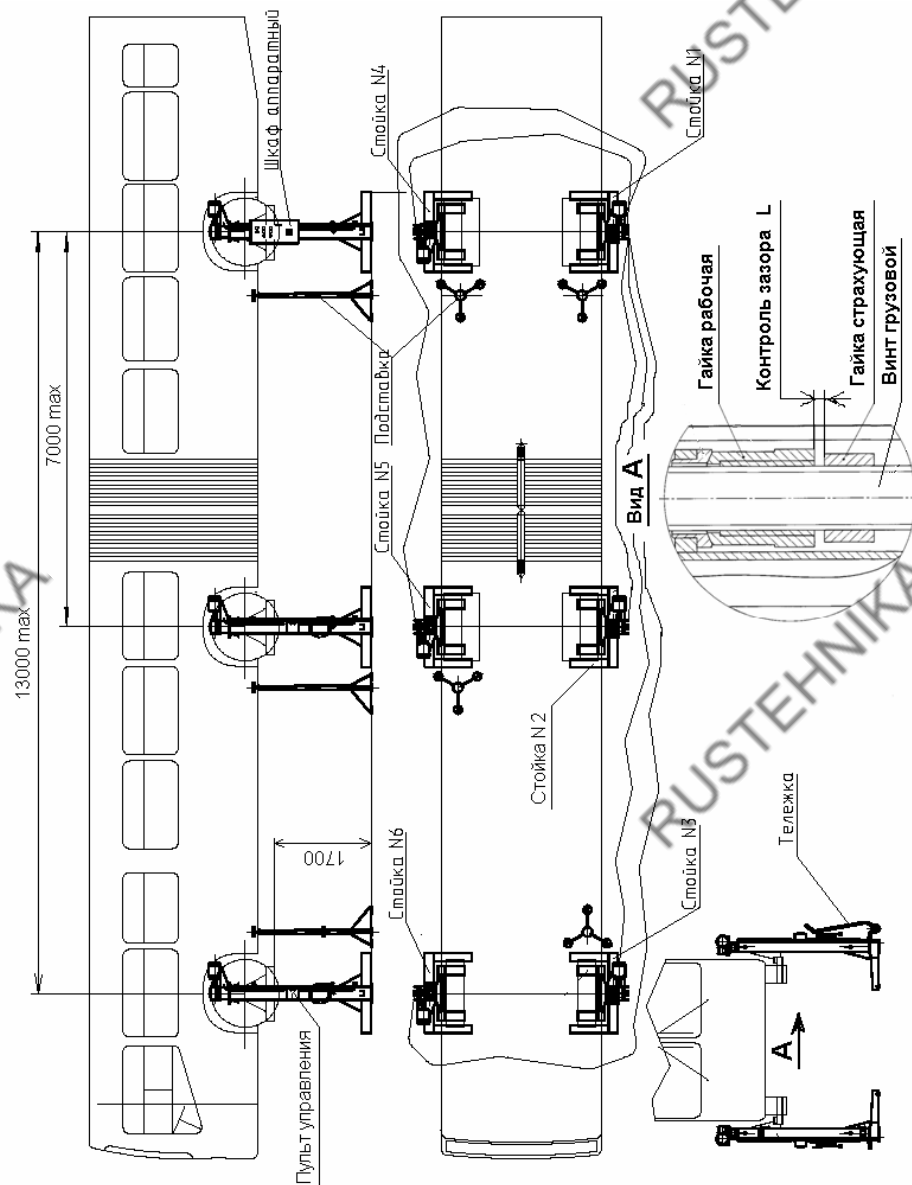

Рис. 1. Подъемник передвижной ПП-30
4.1. Подъемник состоит из шести стоек (см. Рис.1 и Рис.2), каждая из которых имеет электромеханический привод, каретку, грузовой винт, рабочую и страховую гайки, конечные выключатели верхнего и нижнего положения кареток. На первой стойке установлен шкаф аппаратный, имеющий корпус с панелью электрооборудования, автоматический выключатель, лампочку «Сеть», кнопки «Вверх» и «Вниз» для управления первой стойкой и кнопки «Вверх» и «Вниз» для управления всеми стойками одновременно.